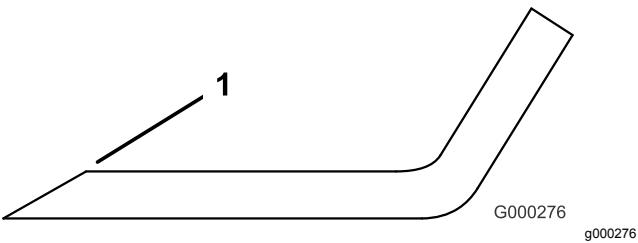

Figura 104
3. Esaminate l'affilatura di tutte le lame e affilate se risultano smussate o scheggiate (Figura 104).
per garantire l'affilatura (Figura 104). La lama resta bilanciata soltanto se viene rimossa una quantità uguale di metallo da entrambi i taglienti.